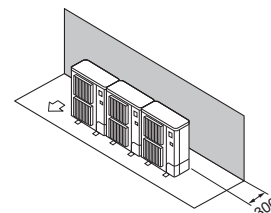

Fig. 2-9
- ① Hindringer kun bak (Fig. 2-9)